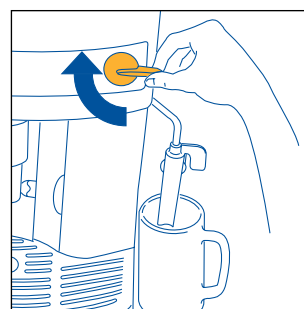

Fig.6
4. Efter nogle sekunder begynder der at løbe lidt vand ud af cappuccinoadapteren. Når koppen er fyldt op med cirka 30cc, drej dampbetjenings knappen en halv gang med uret (fig. 6) så langt den kan komme, for at afbryde vandstrømningen.
5. Vent på at de grønne kontrollamper ② og ③ holder op med at blinke og tændes uden at blinke. (Når de grønne kontrollamper blinker, betyder det, at maskinen er i forvarmningsfase, hvorimod når de er tændt og ikke blinker, betyder det, at maskinen har opnået den ideelle temperatur til at brygge kaffe. Jvf. par. 11 – punkt 1 og 2).
- Drej dampbetjeningsknappen med uret helt i bund for at afbryde vandstrømningen (fig. 6) og sæt cappuccinoadapteren i dens originale position i midten af maskinen.
- Træk cappuccinoadapteren udad (fig. 6).
- Udløbet kan afbrydes ved at dreje knappen i retning med uret til den er helt i bund (fig. 6).
- Når den ønskede temperatur er nået, afbrydes dampudledningen ved at dreje dampknappen i retning med uret helt i bund (fig. 6).